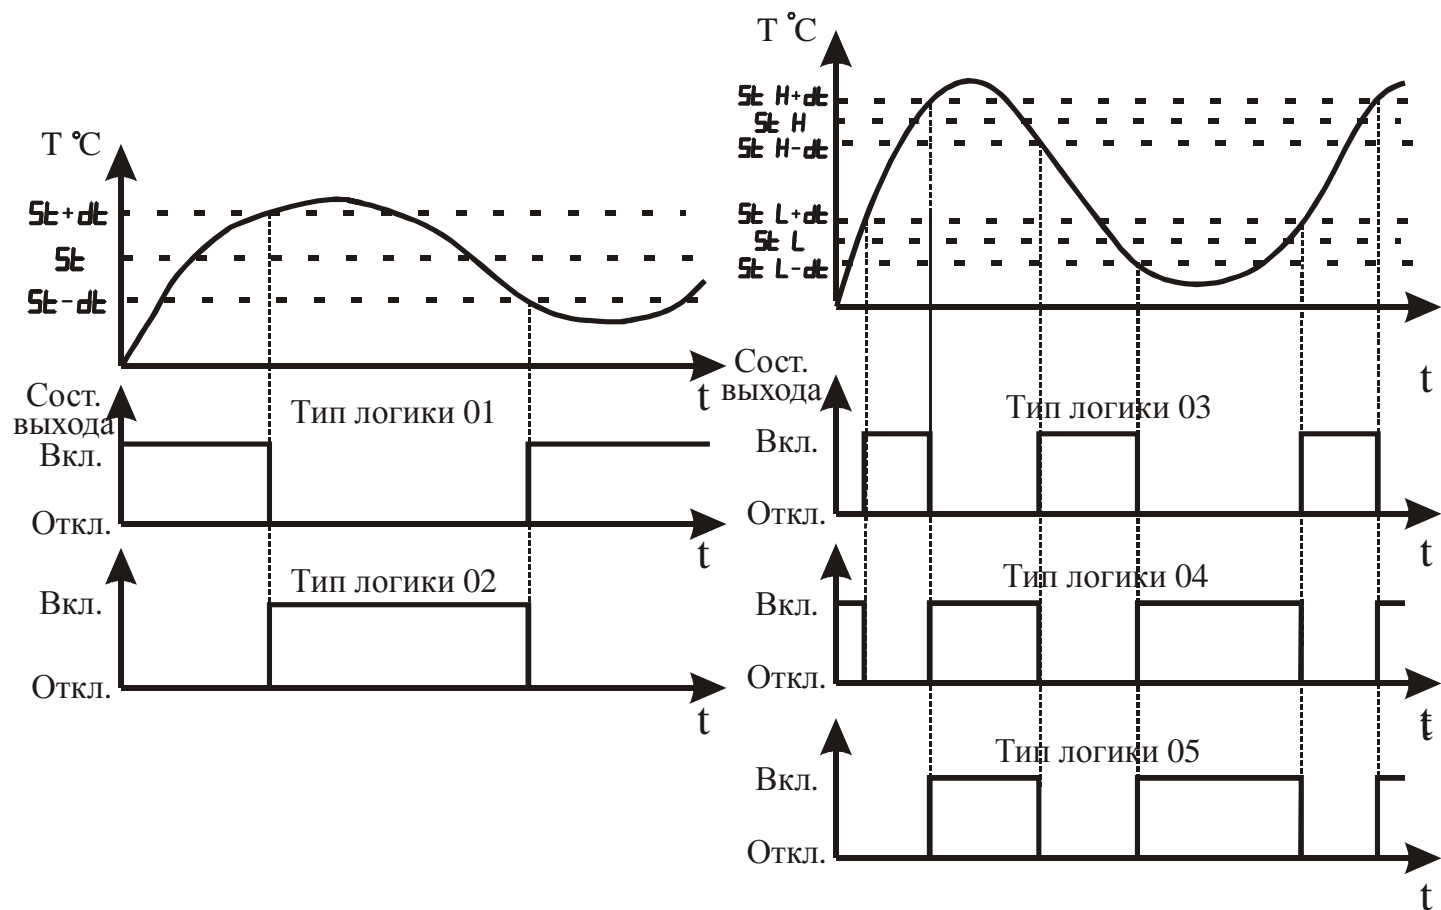

Рисунок 3.14 – Графическое представление типов логики работы выхода
3.3.3.9 Параметр “Тип логики работы прибора” определяет алгоритм управления исполнительным устройством (см. рисунок 3.14).
Тип логики “05” (модернизированная “U”-образная), в основном, аналогичен типу логики 04. Отличие состоит в том, что работа выходного устройства разрешается только после первого превышения регулируемой температурой значения  $St H + dt$  (см. рисунок 3.14).